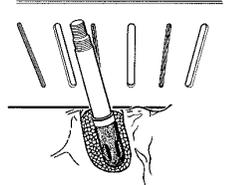

Fig. 3
2. Atornille la punta de alineamiento manualmente directamente dentro de los implantes divergentes (o en los análogos del implante en el modelo maestro) teniendo cuidado de no trasroscar la punta. Coloque la “Guía de Medición de Ángulos LOCATOR” de acero inoxidable (referencia Zest #9530) detrás de la punta de Alineamiento”, nivelado con el patrón de inserción de la prótesis, para determinar la divergencia en ángulos. (Fig. 3) Una Punta de Alineación adicional puede ser colocada en un implante adyacente no divergente para determinar la diferencia en el ángulo de este y el implante divergente.